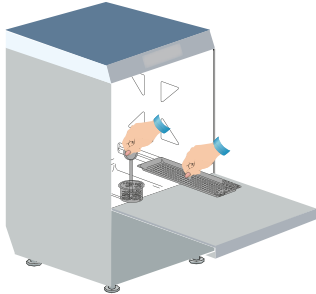

fig. 1
- Contrôler si le filtre d'aspiration de la pompe est bien placé dans son propre siège au fond de la cuve (voir fig. 1).
- Introduire les filtres de surface (voir fig. 1).